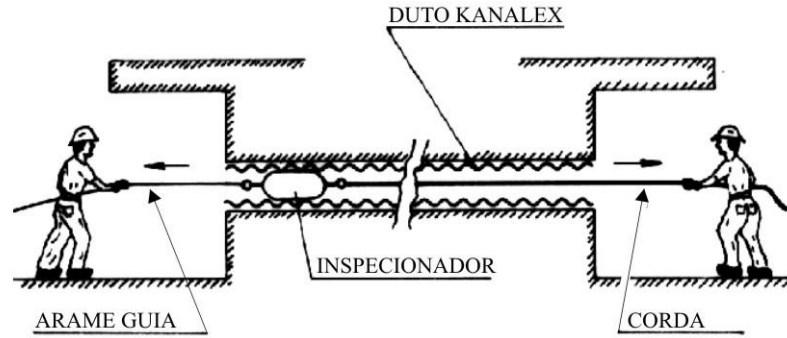

Figura 35
- A continuación, tiramos el alambre guía e introducimos el verificador por el interior del ducto hasta que llegue a la otra extremidad (Figura 35).